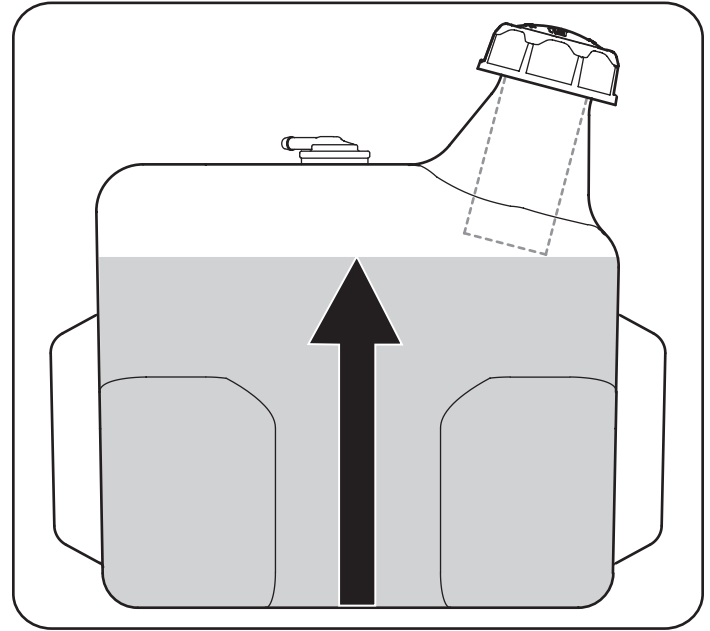

Figura 9
2. Cargue el depósito de combustible con gasolina. Sólo se debe utilizar gasolina limpia, nueva (con menos de 30 días de antigüedad) y sin plomo. Llene el tanque no más de 1/2 pulgada por debajo de la base del cuello del tapón de carga, para dejar espacio para la expansión del combustible. Consulte la Figura 9.
**¡IMPORTANTE!** No llene en exceso el depósito de combustible. Llene el tanque no más de 1/2 pulgada por debajo de la base del cuello del tapón de carga, para dejar espacio para la expansión del combustible. Consulte la Figura 9.